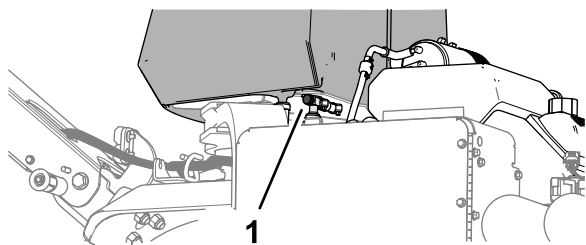

Figura 72
- Si va a transportar o a almacenar la máquina, cierre la válvula de cierre del combustible (Figura 72).